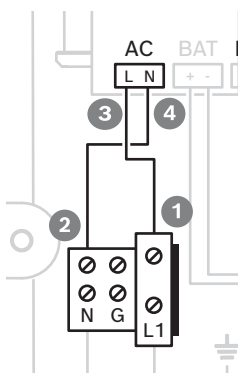

Figure 3.2: Connexions du voyant LED
2. Connectez le fil bleu au port marqué d'un N (Figure 3.2, positions 2 et 4).
3. Connectez le fil marron au port marqué d'un L (Figure 3.2, positions 1 et 3).
4. Connectez le fil marron unique à la position 3, marquée d'un L (Figure 3.2).
5. Connectez l'autre extrémité du fil marron à la position 1, marquée L1 (Figure 3.2).
6. Connectez le fil bleu unique à la position 4, marquée d'un N (Figure 3.2).
7. Connectez l'autre extrémité du fil bleu à la position 2, marquée d'un N (Figure 3.2).
2. Connectez le fil neutre à la borne N (Figure 3.2).
3. Connectez le fil de phase à la borne L1 (Figure 3.2).